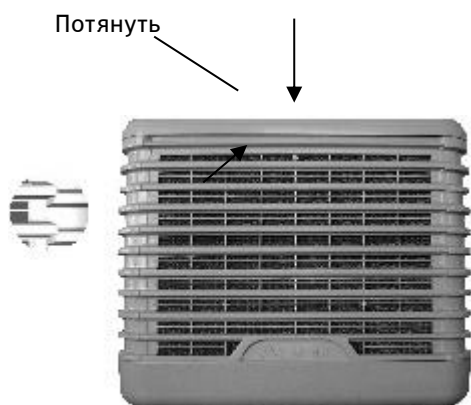

РИС.2
- Потяните горизонтально, выпустив первым нижний край, РИС.2.